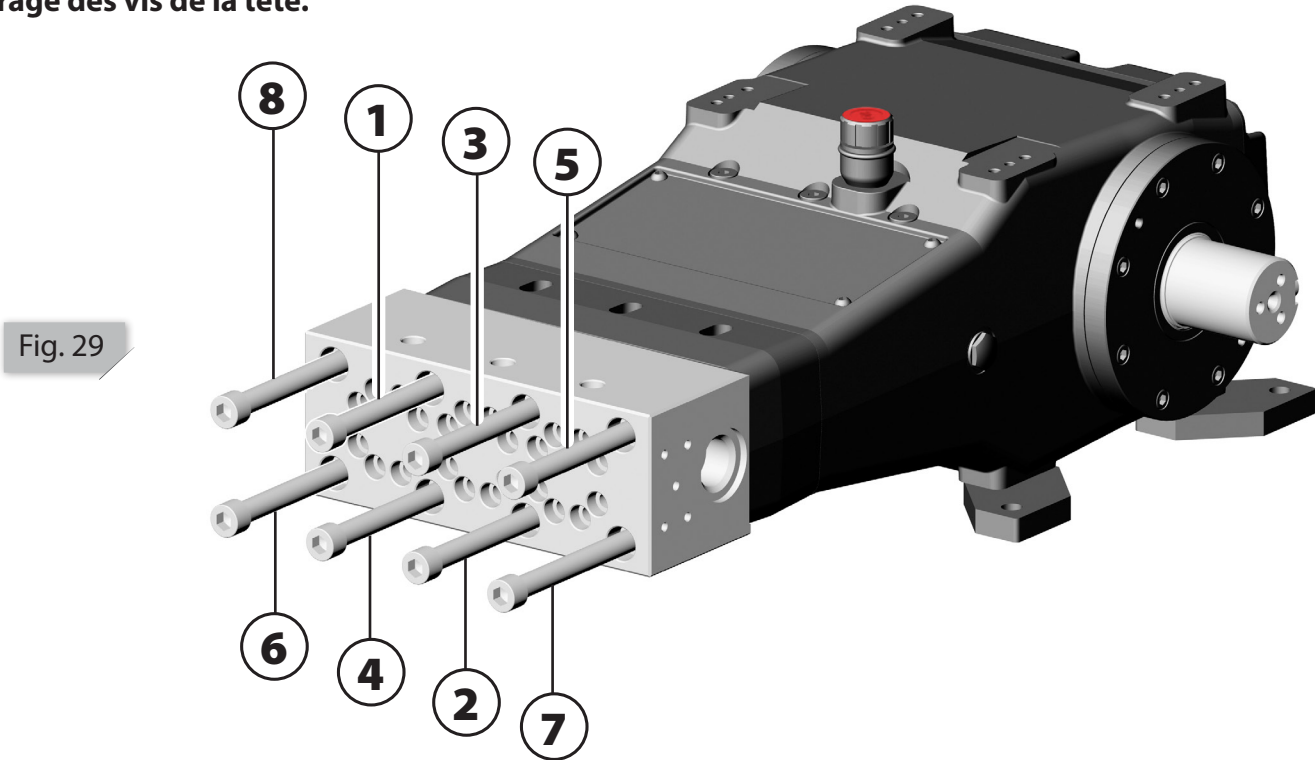

Fig. 29
Pour le serrage des vis de la tête, observer scrupuleusement le couple prescrit (voir tableau Chap. 12.6 - pos. 1) et l'ordre de serrage comme le montre le schéma suivant (Fig. 29).